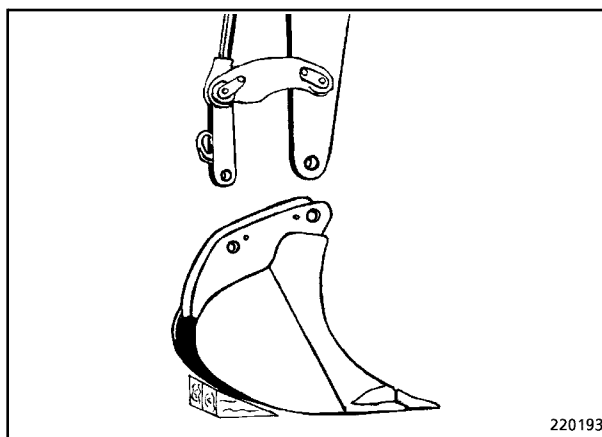

Fig. 2
- Elevar cuidadosamente el equipo de trabajo (Fig. 2).